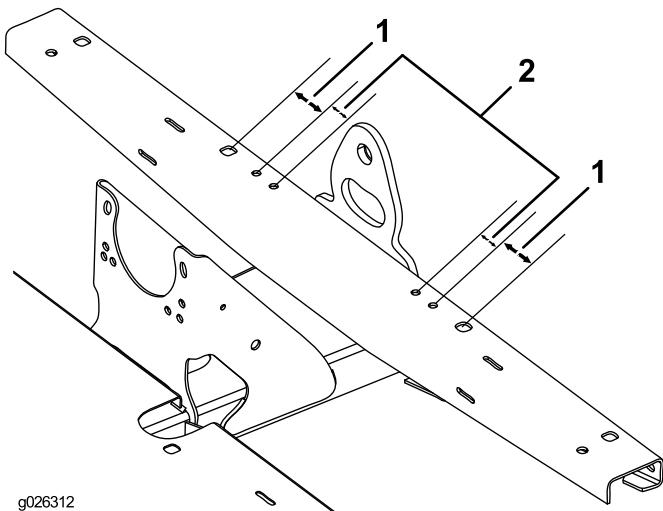

Figura 8
- Usando las dimensiones indicadas en Figura 8, localice, marque y perfore 4 taladros de 9,5 mm en la parte superior del perfil del bastidor.